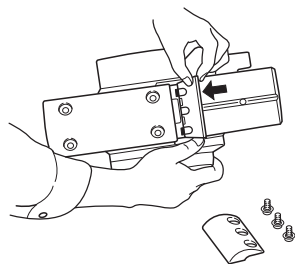

图 16
- (2) 如图 16 所示, 按箭头方向滑动刀刃并将其卸下。